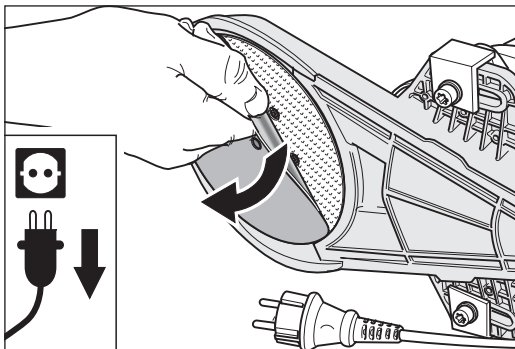

Fig. 8 Simplemente tirar del disco de lijado y ...
- 4 Saque el disco de lijado por velcro desgastado del plato de lijado (Fig. 8).